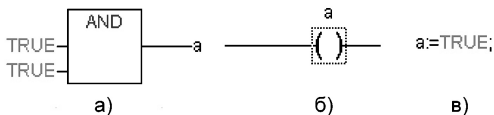
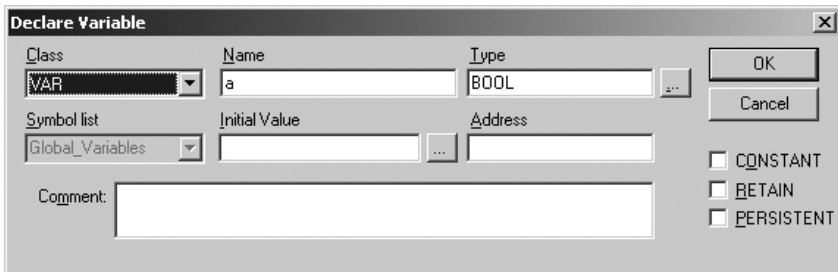

Рис. 5. Примеры программ на языках FBD (а), LD (б) и ST (в)
Рис. 6. Окно объявления переменной
7.5. В зависимости от выбранного языка программирования откроется окно, в котором необходимо создать программу, исполняемую на контроллере. Простейшей программой является символ «;» в программе на языке ST, такой программы достаточно для проверки связи с контроллером. Примеры программ на языках FBD, LD и ST приведены на рис. 5.
При написании любого из примеров программ, представленных на рис. 5, будет вызван ассистент ввода (рис. 6) для описания переменной **a**.